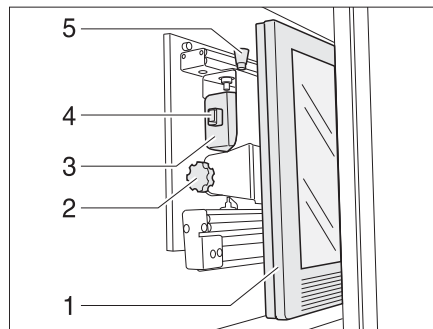

Fig. 122 Armario de TV
- Presionar el botón de desbloqueo (Fig. 122,5) y tirar el soporte para la pantalla plana hacia adelante hasta el tope agarrándolo del tirador (Fig. 122,4).
- Tirar del botón de desbloqueo (Fig. 122,1) y girar la pantalla plana (Fig. 122,2) a la posición deseada.
- Aflojar el tornillo moleteado (Fig. 122,3).